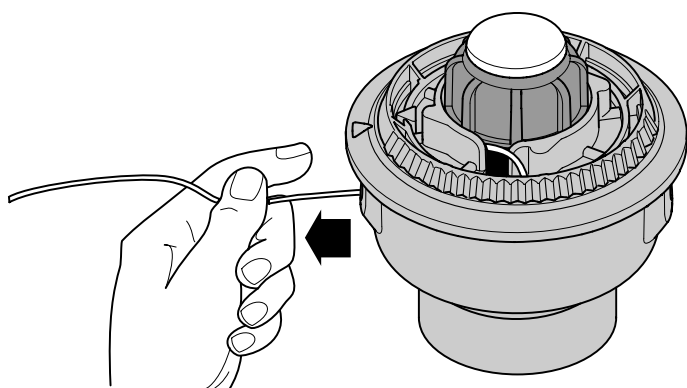

Fig. 17
6. Tirez le fil de la bobine extérieure jusqu'à ce qu'il soit bien serré contre le moulinet intérieur (Fig. 17).